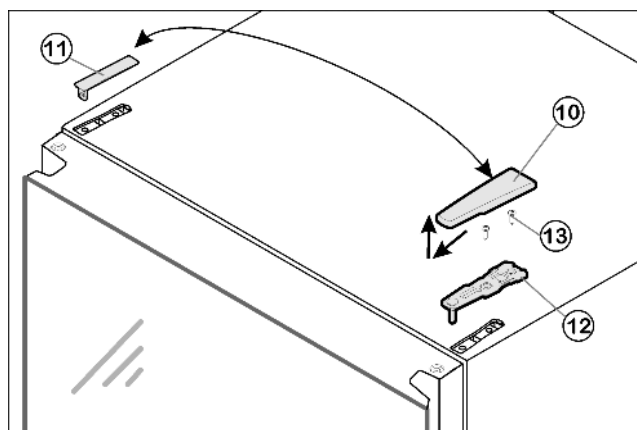

Fig. 8
- ▶ Потяните крышку Fig. 8 (10) вперед и вверх.
- ▶ Снимите крышку Fig. 8 (11).
- ▶ Открутите верхний опорный кронштейн Fig. 8 (12) (2 шт. Torx® 25) Fig. 8 (13) и вытяните вверх.
- ▶ Установите верхний опорный кронштейн *Fig. 8 (12)* на новой стороне шарнира и защелкните в дверце.
- ▶ Прикрутите верхний опорный кронштейн (с усилием 4 Нм) (2 шт. Torx® 25) *Fig. 8 (13)*. При необходимости сделайте отверстия или используйте аккумуляторную отвертку.
- ▶ Защелкните крышку *Fig. 8 (11)* и крышку *Fig. 8 (10)* на противоположной стороне.